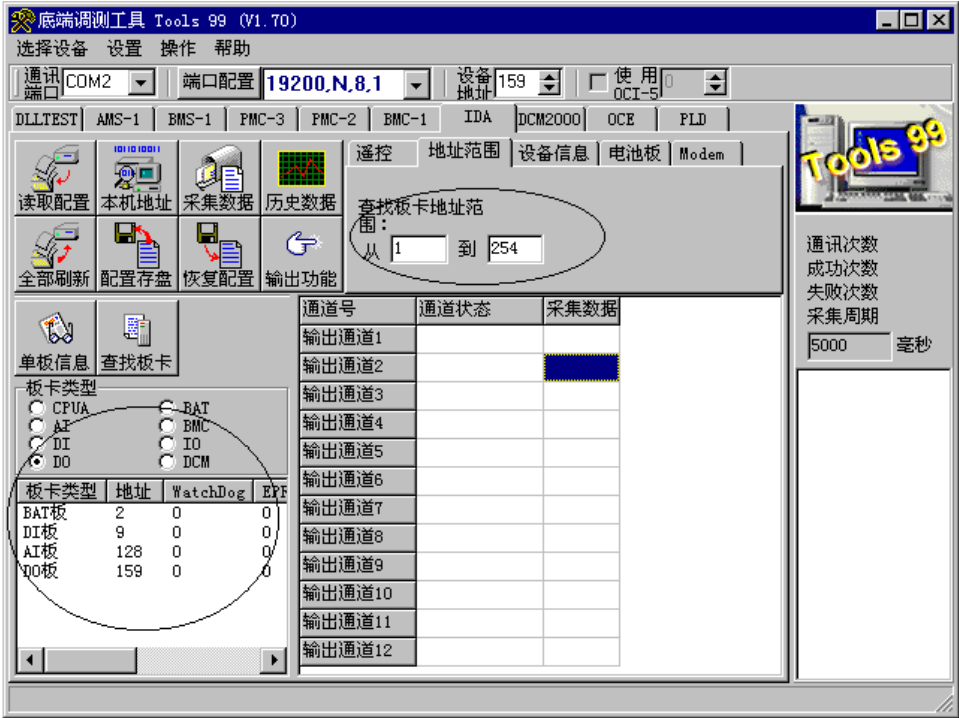

图15-4 板卡总线查找界面
- 1) 如果是通过总线进行配置，可先设置[地址范围]，其中地址范围为可查找到板卡的地址范围，然后点击[查找板卡]按钮，查完后出现如图15-4界面：